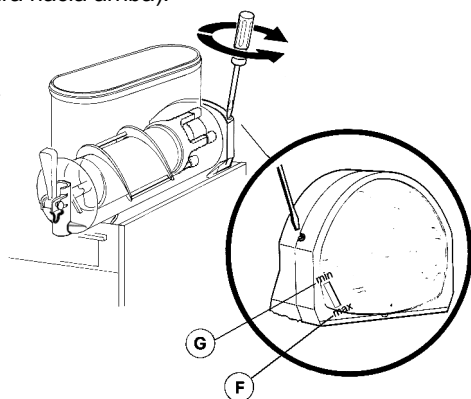

figura 3
**1 Regulación de la densidad:** la densidad óptima del granizado ha sido ya ajustada en fábrica. Si se quiere variar dicha densidad girar con un destornillador el correspondiente tornillo de ajuste situado en cada una de las paredes posteriores del distribuidor (ver figura 3):